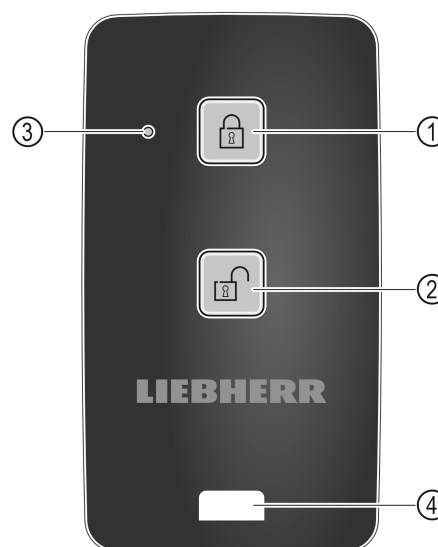

Fig. 165
- (1) Blocați încuietoarea
- (2) Deblocați încuietoarea
- (3) LED de stare
- (4) Ureche de fixare
- ▶ Apăsați tasta Fig. 165 (1) de pe telecomandă.
- ▶ Apăsați tasta Fig. 165 (2) de pe telecomandă.
- ▶ LED-ul de stare Fig. 165 (3) oferă un răspuns optic atunci când este apăsat un buton.
- ▶ Urechea Fig. 165 (4) pentru fixarea telecomenzii, de exemplu la un breloc.